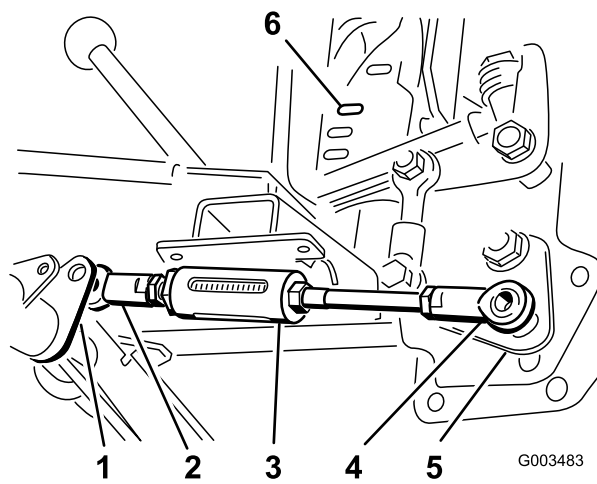

Bild 7
- Positionieren Sie das Kugelgelenk am kurzen Ende der verstellbaren Stange rechts vom verstellbaren Stangenhebel am Schwenkrohr (Bild 7)
- Setzen Sie das Kugelgelenk am langen Ende der verstellbaren Stange auf den Bolzen unten am Hubgriff und befestigen Sie es lose mit einer Sicherungsmutter (1/2 Zoll) (Bild 7).